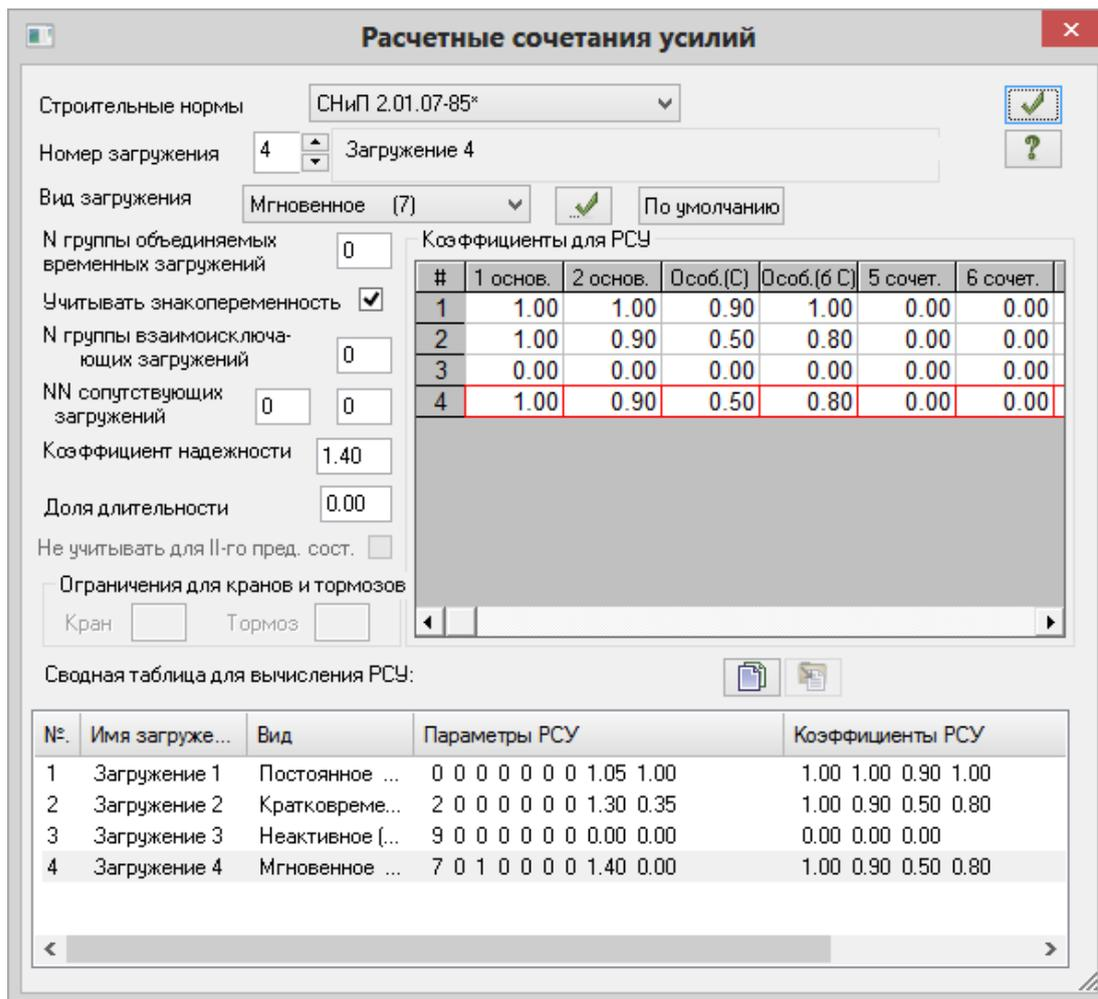

Рис.5.26. Диалоговое окно Расчетные сочетания усилий
- Щелчком по кнопке  – **Таблица РСУ** (панель **PCУ** на вкладке **Расчет**) вызовите диалоговое окно **Расчетные сочетания усилий** (рис.5.26).